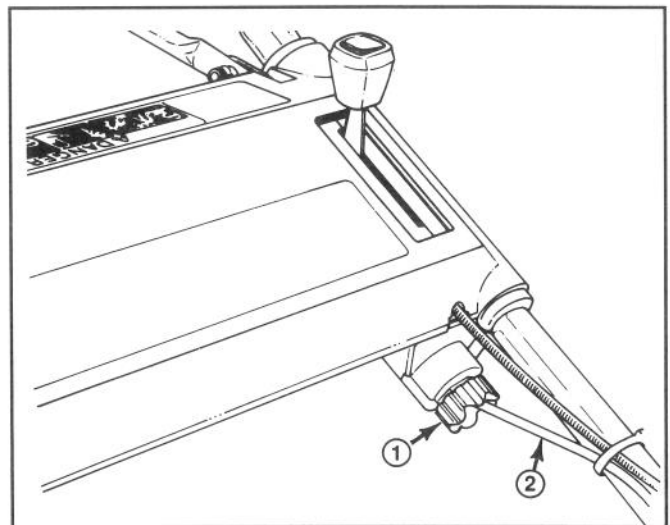

Figure 20
2. Tourner le bouton de réglage (fig. 20) d'1/2 tour vers la droite pour tendre la courroie d'entraînement ou d'1/2 tour vers la gauche pour la détendre. Tenir le câble de commande pour l'empêcher de tourner avec le bouton.